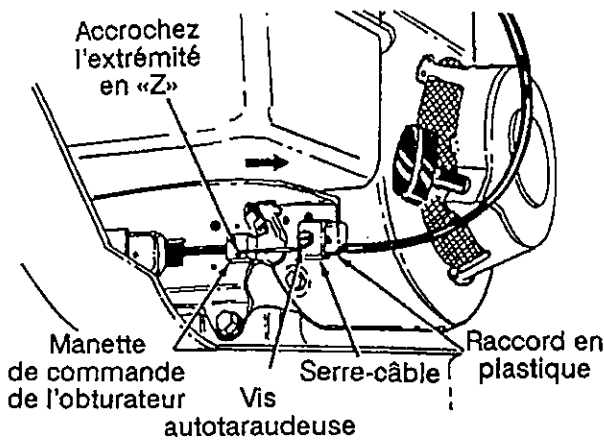

FIGURE 3
### INSTALLATION DU CÂBLE DE COMMANDE DE L'OBTURATEUR (Voir la figure 3)
2. Enlevez le serre-câble représenté à la figure 3 en retirant la vis autotaraudeuse.
3. Accrochez l'extrémité en «Z» du câble de commande de l'obturateur dans le trou de la manette sur le moteur, comme à la figure 3.
5. Tirez sur le câble pour que la manette de l'obturateur, sur le moteur, soit complètement ouverte (à fond vers la droite de la machine), comme à la figure 3. Serrez la vis autotaraudeuse pour maintenir le câble à cette position.